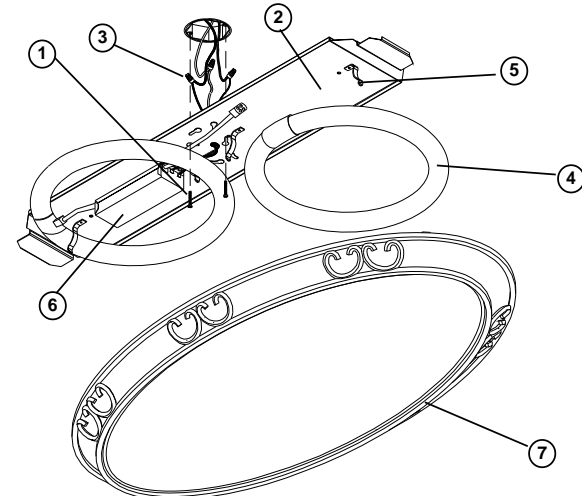

Figure 1
3. Tenir solidement le bloc boîtier (2) et connecter le fil vert de mise à la terre de l'appareil au fil de cuivre nu de mise à la terre de la boîte de jonction à l'aide d'un capuchon de connexion (3). (*Si le câblage d'alimentation ne comprend pas de fil de mise à la terre, consulter votre code d'électricité local et vérifier la méthode d'installation conforme*).
4. Utiliser les serre-fils pour connecter le fil noir de l'appareil au fil noir d'alimentation et le fil blanc (neutre) de l'appareil au fil blanc d'alimentation. Voir la figure 1.
3. Hold the fixture Fixture Housing (2) firmly and connect the green ground wire from the fixture to the bare copper ground wire from the junction box using a Wirenut (3). (If house wiring does not include a ground wire, consult your local electrical code for approved grounding methods).
4. Use Wirenuts (3) to connect the black fixture wire to the black power supply wire and the white (neutral) fixture wire to the white power supply wire. See Fig 1.
3. Sostenga el ensamblaje de la Carcasa del luminario (2) firmemente y conecte el alambre verde de conexión a tierra del luminario al alambre de cobre descubierto de conexión a tierra de la caja de ensambladura usando una Tuerca de Alambre (3). (Si el alambrado de la casa no incluye un alambre de conexión a tierra, consulte su código eléctrico local para métodos aprobados de hacer tierra).
4. Use Capuchones de Alambres (3) para conectar el alambre negro de la luminaria al alambre negro suplidor de electricidad y el alambre blanco (neutral) de la luminaria al alambre blanco suplidor de electricidad. Vea Fig. 1.